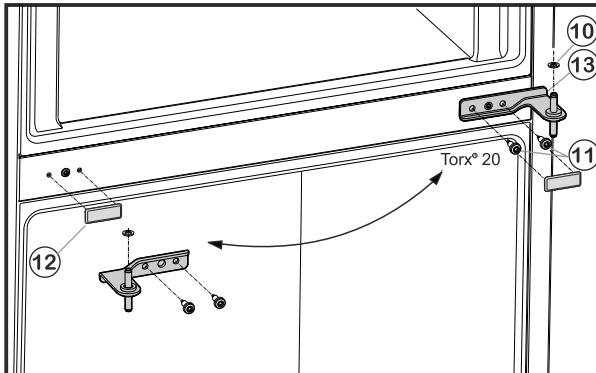

Fig. 6
- ▶ Развийте закрепващите винтове Fig. 6 (11)(2 x Torx® 20) и извадете средната лагерна опора от долната врата.
- ▶ Свалете пластмасовия диск Fig. 6 (10).
- ▶ Изтеглете внимателно капака Fig. 6 (12).
- ▶ Поставете капака Fig. 6 (12) отново на срещуположната страна.
- Поставете средната лагерна опора Fig. 6 (13) завъртена на 180° в долната врата и я завийте със закрепващи винтове Fig. 6 (11) (2 x Torx® 20) върху новата шарнирна страна (**с 4 Nm**).
- Поставете отново пластмасовия диск Fig. 6 (10).
- Поставете горната врата върху лагерната опора в средата Fig. 6 (13).